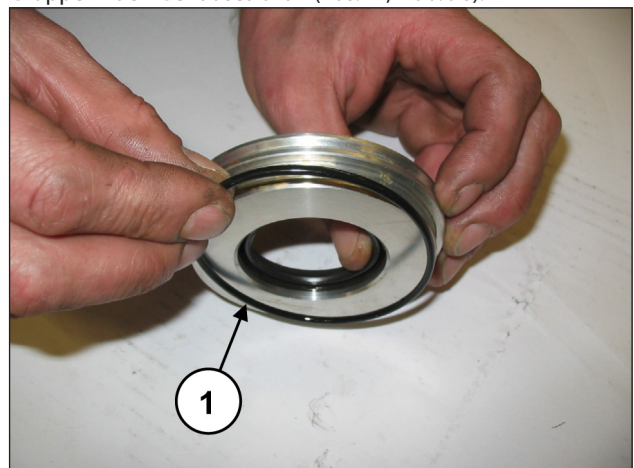
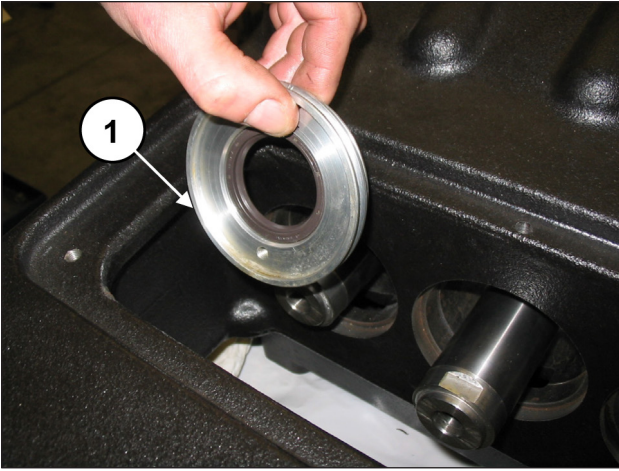

Abb. 95
Abb. 96
Setzen Sie den O-Ring (Pos. ①, Abb. 95) in die Aufnahme des Ölabbstreifungs-Deckels ein und bringen Sie die montierte Gruppe in den Gehäusesitz an (Pos. ①, Abb. 96).